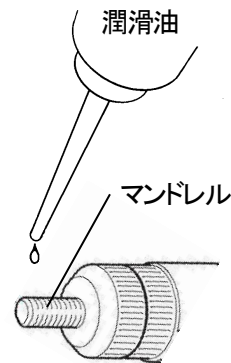

図6-2
- (2) マンドレルに潤滑油(タービン油、スピンドル油、浸透性潤滑剤等)を1～2滴注油してください。(図6-2)